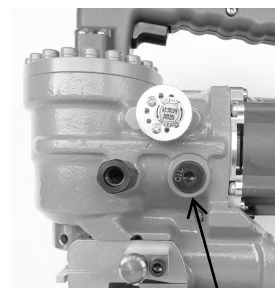

図 F-1 給油栓
- 1) 給油栓が水平に上向く様、本体を置きます。(図 F-1)